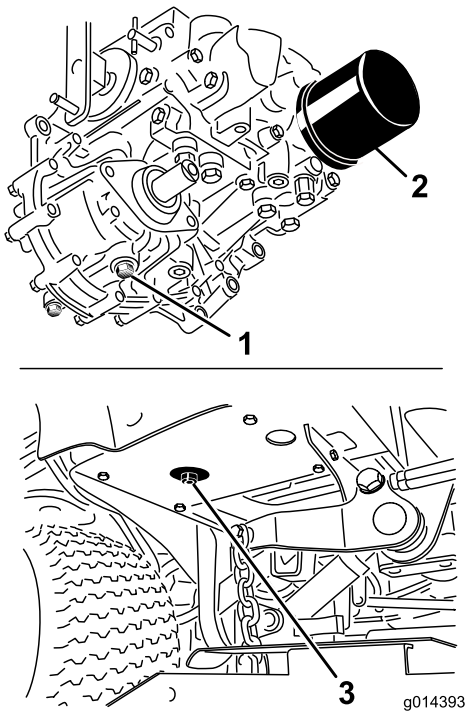

Figura 43
3. Coloque un recipiente grande debajo del depósito de aceite hidráulico y el alojamiento de la transmisión y retire los tapones; deje que se vacíe todo el aceite hidráulico (Figura 43).
4. Limpie la zona alrededor del filtro de aceite hidráulico y retire el filtro (Figura 43).